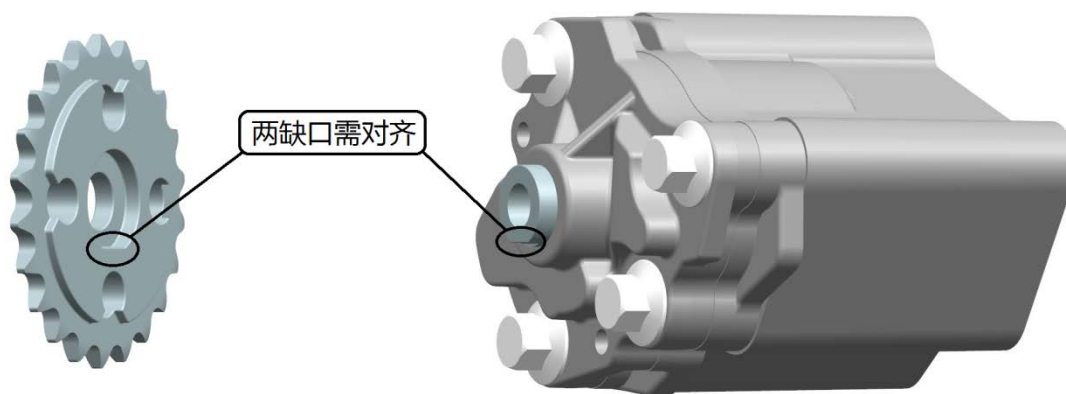

图 8.1
- （2）将机油泵链条挂到机油泵链轮和机油泵驱动链轮上，再将曲轴链轮、机油泵链轮同时分别装入曲轴、机油泵转子轴对应位置上。机油泵链轮上的缺口对准转子轴上的缺口，如下图 8.1 所示。